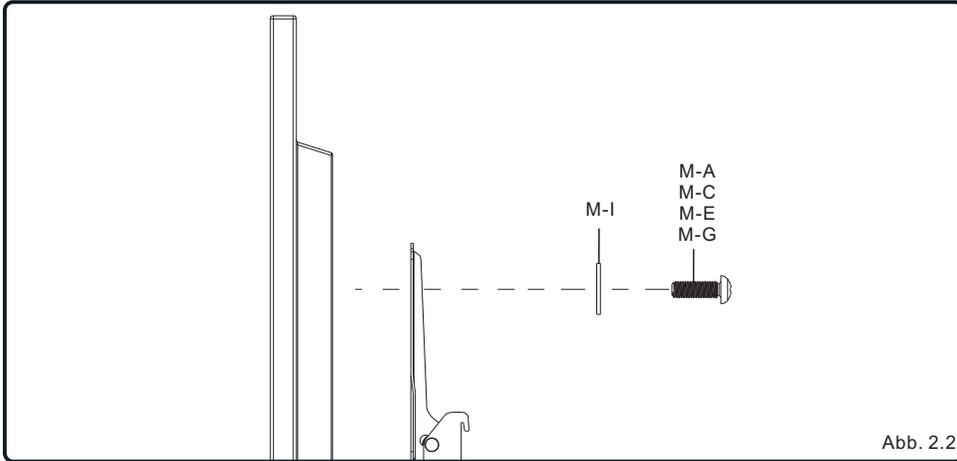

Abb. 2.2
- Befestigen Sie die Adapterarme mit der jeweiligen Kombination von Schrauben, Unterlegscheiben, Abstandhaltern an der Bildschirmrückseite, wie in Abb. 2.2, 2.3 und 2.4 dargestellt.